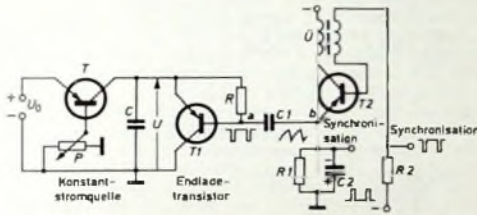
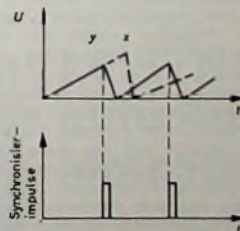

Bild 57 Aufladung mit konstantem Strom über Transistor
Bild 59 Zum Prinzip der Synchronisierung
Bild 57 zeigt eine erheblich kompliziertere, jedoch modernere Schaltung, die mit Transistoren arbeitet und selbständig Kipp-schwingungen erzeugt. Es sei aber gleich erwähnt, daß auch diese Schaltung nur zur Erörterung des Prinzipiellen dient und daß die praktischen Schaltungen wesentlich anders aussehen. An Hand von Bild 57 lassen sich jedoch die grundsätzlichen Vorgänge leicht und verständlich darstellen.
Zunächst sei die Bedeutung der drei Transistoren erklärt. *T* hat die Aufgabe, für einen konstanten Ladestrom (s. Gl. (27)) zu sorgen, *T* 1 übernimmt die Funktion des Schalters *S* im Bild 52, und *T* 2 sorgt dafür, daß dieser Schalter periodisch geöffnet und geschlossen wird. Dieser Transistor bildet zusammen mit dem Über-träger *U* und dem RC-Glied *R* 1, *C* 2 in der Emittelleitung einen Sperrschwinger, dessen Wirkungsweise bekannt sein dürfte. Im Augenblick des Einschaltens setzen die Schwingungen ein, und der Emitterkondensator *C* 2 wird durch den starken Emittierstrom schnell mit der eingetragenen Polarität aufgeladen. Ist der Emittier genügend negativ geworden, so reißen die Schwingungen ab. Nun kann sich *C* 2 über *R* 1 langsam entladen, was einem Anstieg der Spannung an *C* 2 in positiver Richtung entspricht. Sobald der Emittier ausreichend positiv ist, setzen die Schwingungen erneut ein, der obere Anschluß von *C* 2 wird wieder negativ usw. Wir erhalten dabei, wie im Bild 57 eingetragen, am Emittier eine expo-nentiell verlaufende Kippschwingung mit verhältnismäßig lang-samem Anstieg und schnellem Abfall. Das Produkt *R* 1 · *C* 2 be-stimmt im wesentlichen die Periodendauer dieser Schwingung, da der steile Abfall, die „Rücklaufzeit“, wegen des kleinen Entlade-widerstandes über die Emittier-Kollektor-Strecke von *T* 2 nur einen Bruchteil der Gesamtperiode ausmacht.
sein. Darin bedeutet *K* einen konstanten Faktor. Machen wir die linke Seite von Gl. (29) erheblich größer als die rechte, so verkleinert sich die Kippspannung, während sie sich im umgekehrten Fall erhöht. Mit dem Potentiometer *P* im Bild 57 können wir den Ladestrom und damit den Wert des Ausdrucks *U* · *C* / *I* verändern; *P* wirkt also als Amplitudenregler. Die Kippfrequenz (Frequenz der Zeitablenkung) kann jedoch nur durch *R* 1 und *C* 2 beeinflußt werden, denn sie hat den Wert
Wir kommen nun zu einem weiteren wichtigen Problem. Soll auf dem Leuchtschirm der Oszillografenröhre ein stehendes Bild erscheinen, dann muß die Kippfrequenz starr mit der Vorgangsfrequenz verknüpft sein; es muß „Synchronismus“ herrschen. Diesen Synchronismus kann man nun in einer Schaltung nach Bild 57 durch eine zusätzliche Beeinflussung des Transistors *T* 2
erzwingen, indem man Impulse, die man aus der Meßfrequenz ableitet, beispielsweise dem Emittier von *T* 2 zuführt, wie es im Bild 57 angedeutet ist. Diese Impulse müssen positive Richtung haben. Bild 59 zeigt, wie sich das auswirkt. Wir sehen dort eine zeitlinear ansteigende Kippspannung, die – wäre sie unbeeinflußt – noch bis zum Punkt *x* weiterlaufen und dann zurückkippen würde. Nun zeigt die untere Darstellung im Bild 59 das Auftreten der
Synchronisierung könnte man übrigens auch, wie ebenfalls im Bild 57 angedeutet ist, durch negativ gerichtete Impulse an der Basis von  $T_2$  auslösen, das Ergebnis wäre das gleiche. Bild 60 zeigt die Synchronisierung durch den letzten Impuls besonders deutlich.